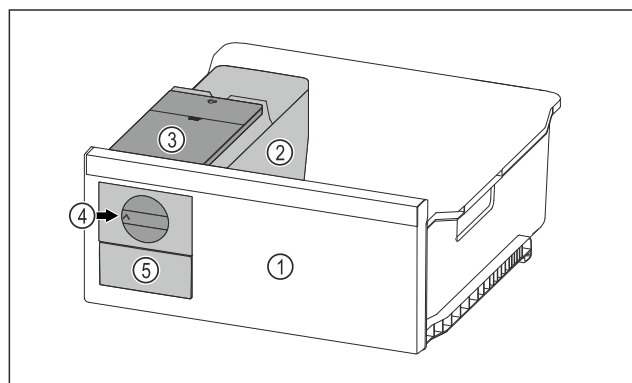

Fig. 102 Primjer izgleda
- ▶ Okrenite okretni gumb Fig. 102 (4) u smjeru kazaljki na satu do graničnika.
- ▷ Kockice leda padaju iz posude za kockice leda u ladicu za kockice leda Fig. 102 (5).